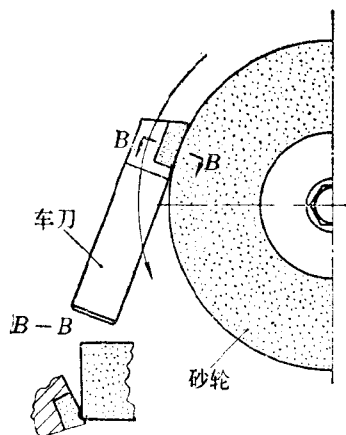

图7 刃磨车刀方法
2. 利用砂轮棱角开卷屑槽。为了防止刀尖崩掉，开槽时刀头向上，从后边开始逐步向刀尖磨削，见图7。